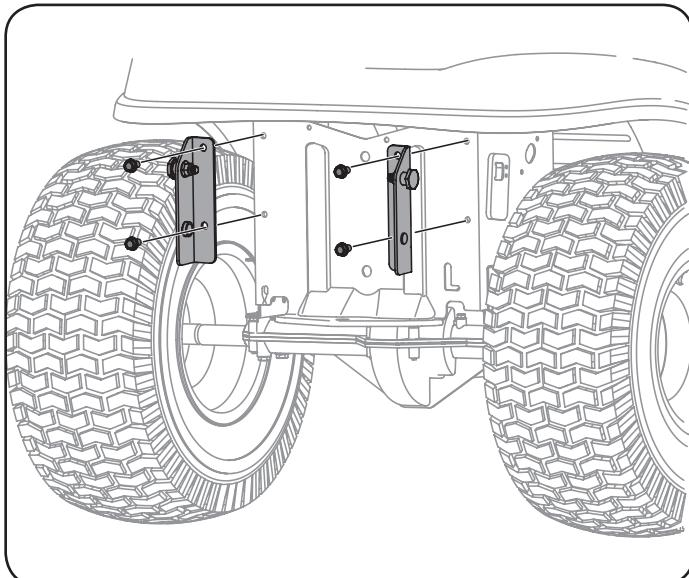

Figura 5
3. Monte las ménsulas de soporte del tractor serie 700 a su tractor con cuatro tornillos hexagonales autorroscantes incluidos en el kit. Consulte la Figura 5.